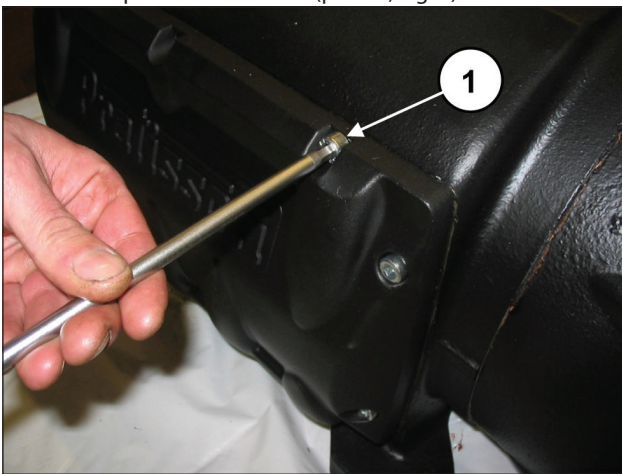

Fig. 5
Realize agora a desmontagem da cobertura do cárter, soltando os parafusos relativos (pos. ①, Fig. 5).